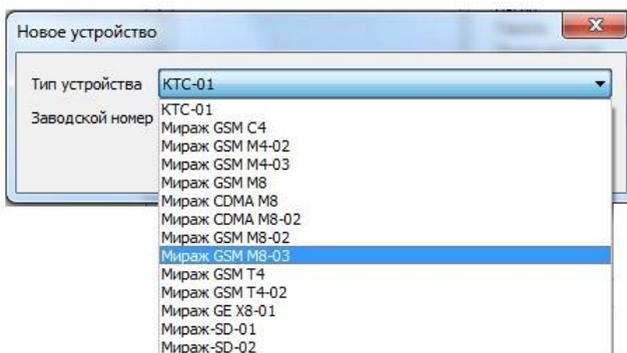

Рис.5 Создание базового устройства
2.3.3.1 Для создания устройства в программе необходимо в поле **А** щёлкнуть правой кнопкой мыши и в выпадающем меню выбрать пункт «**Добавить СПИ**» рисунок 5.